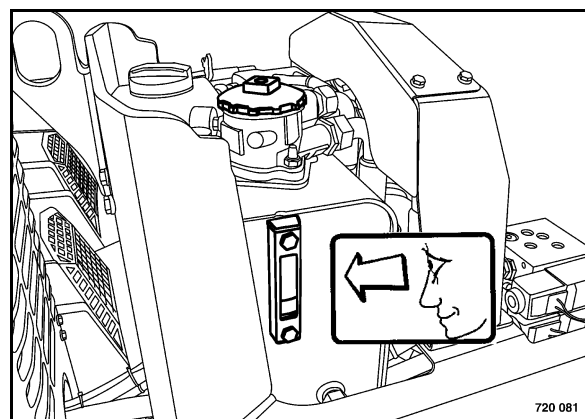

Рис. 88
- Проверить уровень масла в баке масла для гидросистемы в смотровом стекле (Рис. 88).